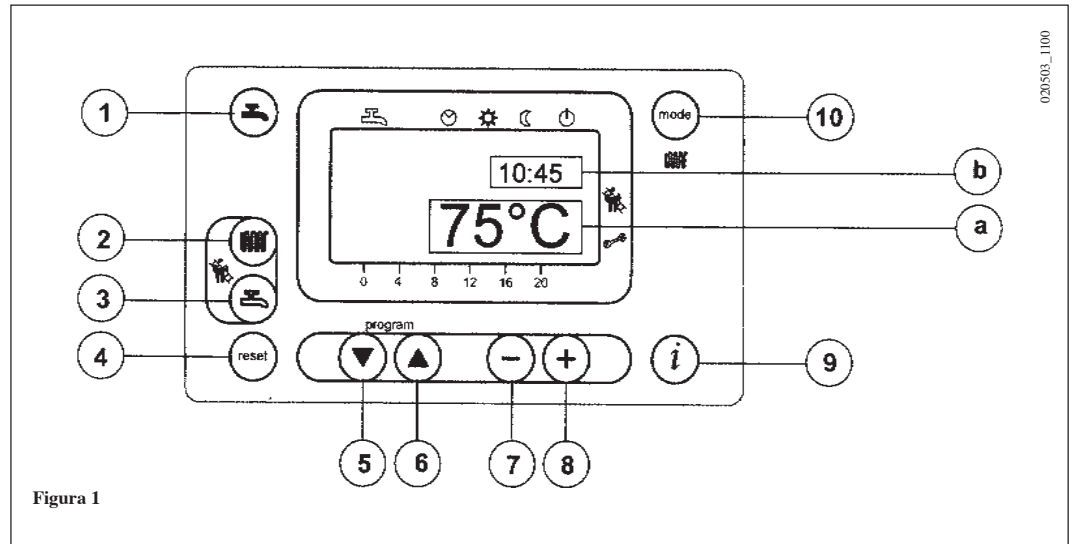
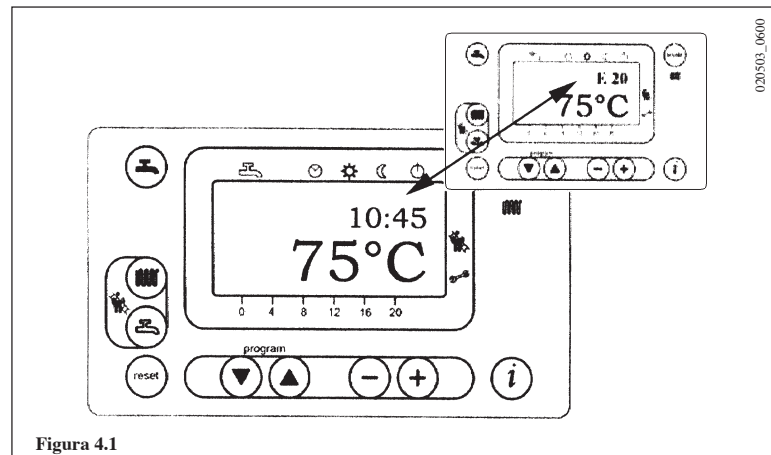

Figura 1
Figura 4.1
- Premere il tasto  (2- figura 1) per impostare la temperatura dell'acqua di riscaldamento;
- premere uno dei due tasti   (1 o 10 - figura 1) per memorizzare e ritornare al menù principale.
N.b – Con sonda esterna collegata, mediante il tasto  (2 – figura 1) è possibile effettuare la traslazione della curva di riscaldamento. Premere i tasti   per diminuire o aumentare la temperatura ambiente del locale da riscaldare.
- Premere il tasto  (3- figura 1) per impostare la temperatura massima dell'acqua sanitaria;
Sul display secondario (figura 1 b) compaiono le segnalazioni di anomalia e l'ora che si alternano lampeggiando (figura 4.1). Non è possibile resettare le segnalazioni di anomalia che compaiono sul display secondario in quanto deve essere prima rimossa la causa che ne ha provocato la segnalazione.